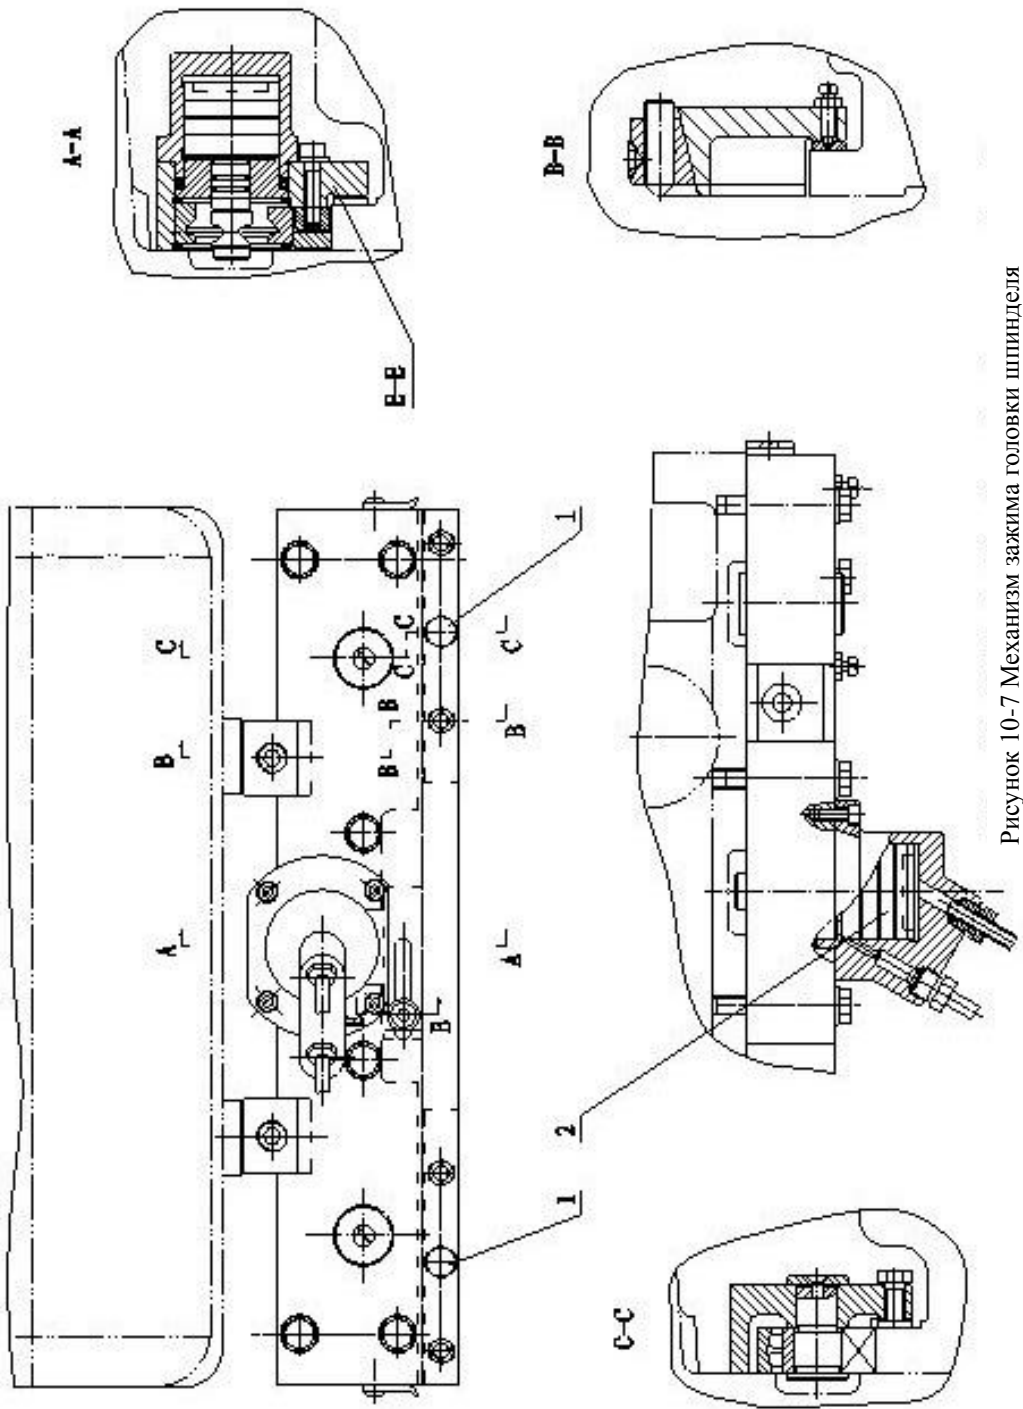

Рисунок 10-7 Механизм зажима головки шпинделя
(1) Регулировка зажима головки шпинделя (Рис.10-7)